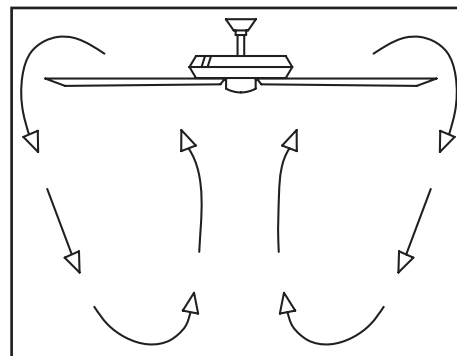

Figura 16
**Clima fresco** - (Reversa) Un flujo de aire hacia arriba mueve el aire cálido lejos del techo como se muestra en la Figura 16. Esto te permite fijar tu unidad de calefacción en una configuración más baja sin afectar tu comodidad.